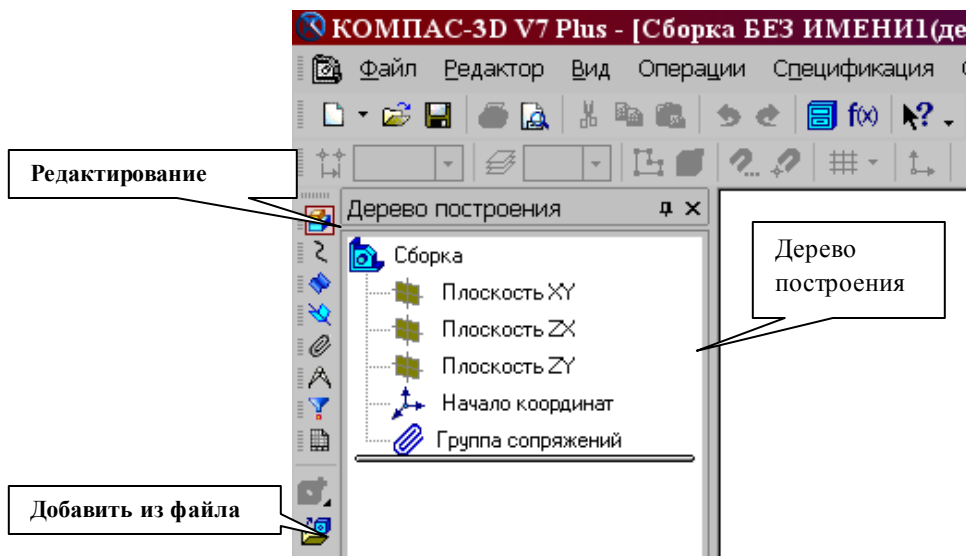

Рис.147 Окно построения сборки
На экране откроется окно нового документа – сборки. В окне сборки находится **Дерево построения** с системой координат и плоскостями проекций. На инструментальной панели появятся кнопки, управляющие процессом сборки (рис.147).
1. Чтобы вывести на экран первую деталь – вал, созданную заранее и сохраненную в памяти компьютера, нужно нажать кнопку Редактирование сборки, а затем выбрать кнопку Добавить из файла (рис.147).